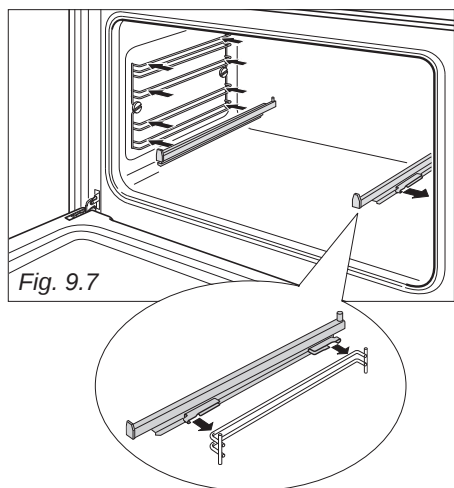

Fig. 9.7
- Posicionar os dois cliques de fixação no rebordo superior das estruturas laterais e pressionar (fig. 9.7). Ouvir-se-á um clique de encaixe dos cliques no rebordo.